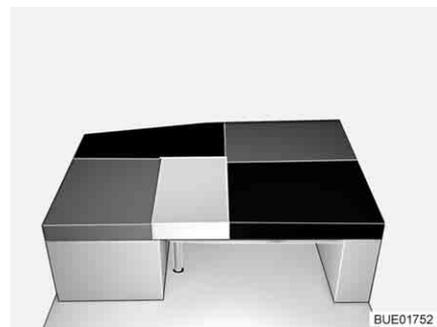

Fig. 118 Dopo la trasformazione
- Riporre sul tavolo il cuscino dello schienale del sedile laterale/del divano laterale (tra il cuscino del divano laterale/il divano laterale e il cuscino aggiuntivo, vedi Fig. 118).